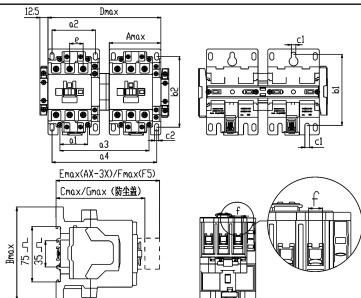

图2 NXCF-40/(N) ~ 100/(N)系列交流接触器外形与安装尺寸
2.2 NXCF-40/(N) ~ 100/(N)系列交流接触器安装尺寸与外形尺寸，见图2及表4，产品接线能力见表5，型号规格重量见箱贴。